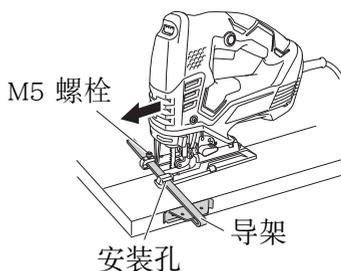

图 13
- (3) 将导架穿过导底座上的导架孔, 上紧 M5 螺栓。(图 13)
- (4) 将轨道位置设为“0”。
为在使用导架时确保精确地切割 (图 13), 总是将轨道位置设为“0”。